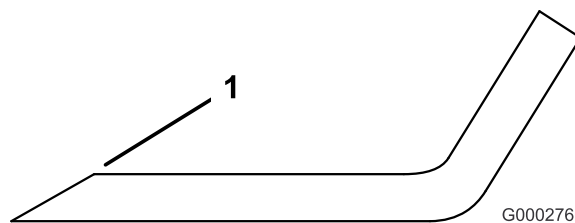

Figure 77
1. Au moyen d'une lime, aiguissez les tranchants aux deux extrémités de la lame (Figure 77) Veillez à conserver l'angle de coupe d'origine. Limez la même quantité de métal sur chacun des deux tranchants pour ne pas déséquilibrer la lame.